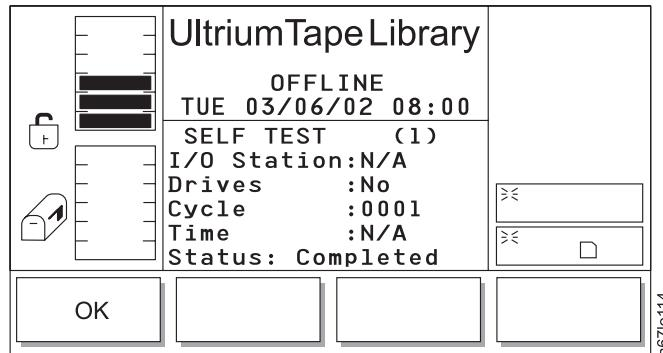

Abbildung 186. Dialog zur Ausführung des Selbsttests
- Wird **OK** ausgewählt, werden die Feldwerte angewendet, und die Selbsttestoperation wird gestartet. Wurden die Zyklen ausgeführt, werden die Ergebnisse im Dialog zur Ausführung des Selbsttests angezeigt (siehe Abb. 186 auf Seite 200).
Tabelle 135. Übersetzung von Abb. 186, Dialog zur Ausführung des Selbsttests